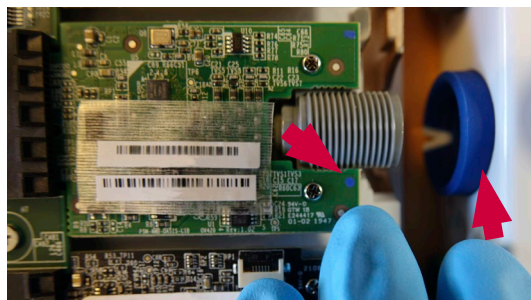

Figura 24: La indicación de color de la placa VDI debe coincidir con el anillo de color
- f) Asegúrese de que el anillo de color de la carcasa trasera sea del mismo color que la indicación en la placa VDI (Figura 24)
Al volver a montar la carcasa trasera, asegúrese de que los puntos de color de las placas VDI (Figura 24) coincidan con los colores de los anillos de color en los que se colocan.